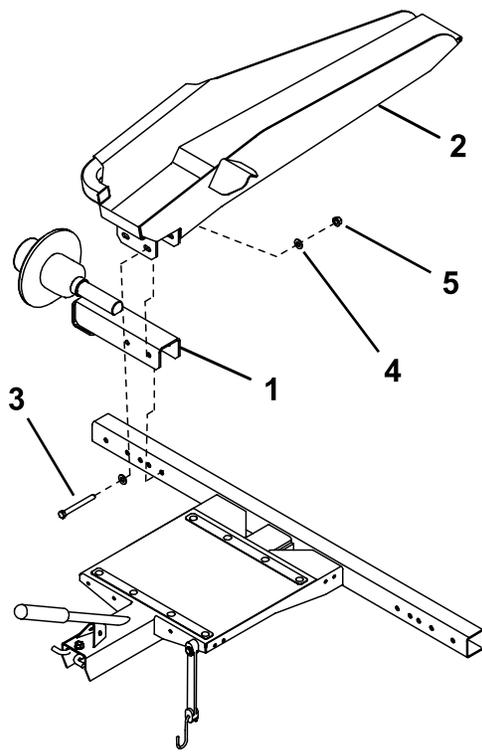

Figura 3
2. Montate il gruppo assale e un gruppo rampa (Figura 3) oppure il gruppo guida (Figura 4) a ciascuna estremità del telaio utilizzando i 2 bulloni ($\frac{3}{8}$ " x 3"), 4 rondelle e 2 dadi.